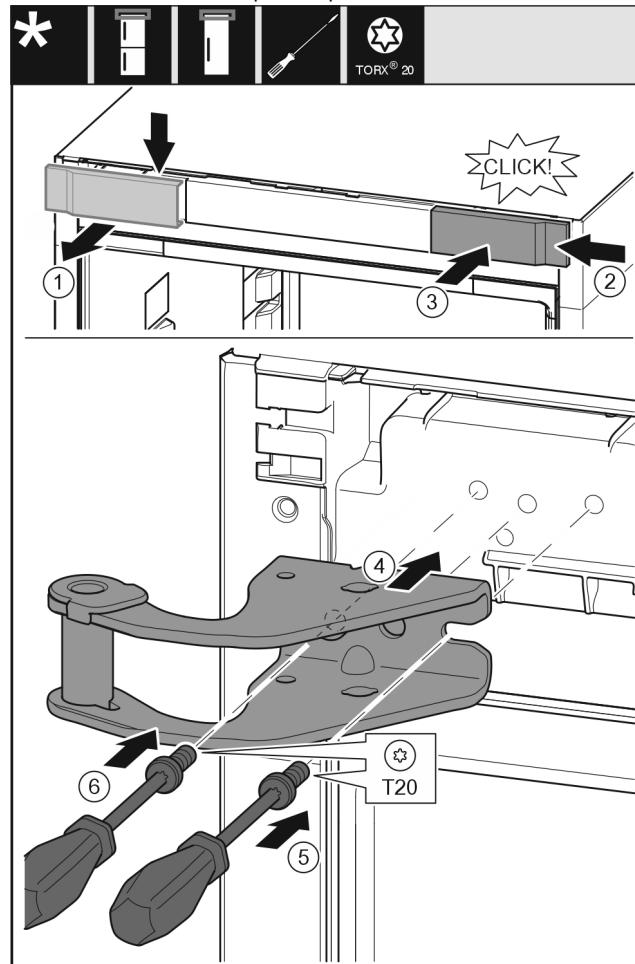

Fig. 10
- Зніміть кришку вгорі вперед. Fig. 10 (1)
- Почепіть кришку, що повернута на 180°, з іншого боку праворуч. Fig. 10 (2)
- Зафіксуйте кришку. Fig. 10 (3)
- Встановіть верхній опорний кронштейн. Fig. 10 (4)
- Встановіть та закрутіть гвинт за допомогою викрутки T20. Fig. 10 (5)
- Встановіть та закрутіть гвинт за допомогою викрутки T20. Fig. 10 (6)